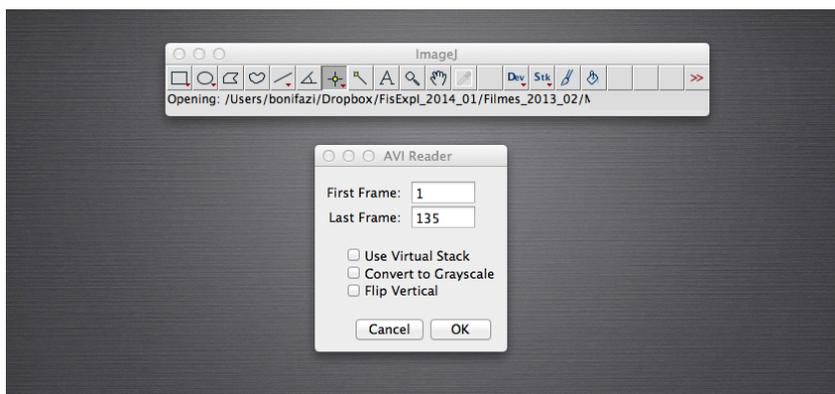

Figura E.4: ImageJ: tela de início para carregar o filme.
3. No ImageJ abra o filme que você fez em formato AVI. Aparecerá uma tela com algumas indicações como se mostra na Figura E.4, “First Frame 1”, “Last Frame 135”, que podem em princípio ser alteradas pelo usuário. Essas informações correspondem ao número de imagens contidas no filme e permitem que escolhamos apenas algumas delas para serem exibidas. Mantenha como está e tecele “Ok”.